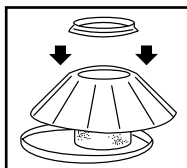

FIGURA 5
13. Coloque en el centro el filtro para sólidos reutilizable sobre el alojamiento de la tapa **FIGURA 5**.